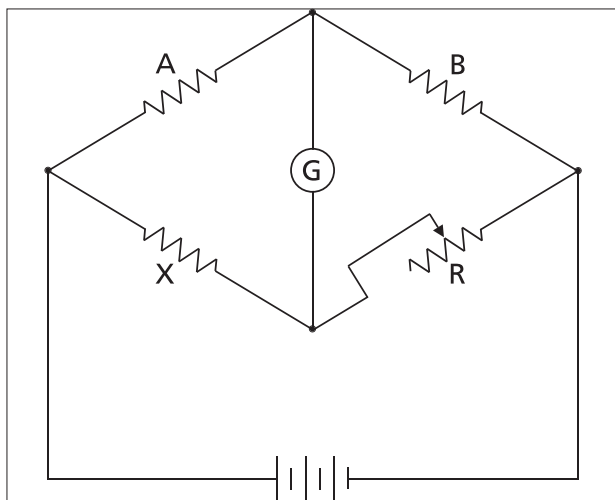

Abb. 38: Wheatstone-Brückenschaltung^{vii}
Eine bahnbrechende Methode zur Widerstandsmessung wurde 1833 von S. H. Christie entwickelt und von Sir Charles Wheatstone veröffentlicht. Die einfachste Anordnung ist ein quadratisches Muster aus vier Widerständen mit einem Galvanometer über einer Diagonale und einer Batterie über der anderen (siehe Abb. 38). Zwei der Widerstände haben bekannte Werte in geeigneter Höhe und bestehen aus dem Verhältnisarm ($A + B$). Ein dritter Widerstand hat einen bekannten Wert, der in kleinen Schritten über einen weiten Bereich verändert werden kann und daher als Rheostatarm (R) bezeichnet wird. Der vierte ist der gemessene Widerstand, der unbekannte Arm (X).